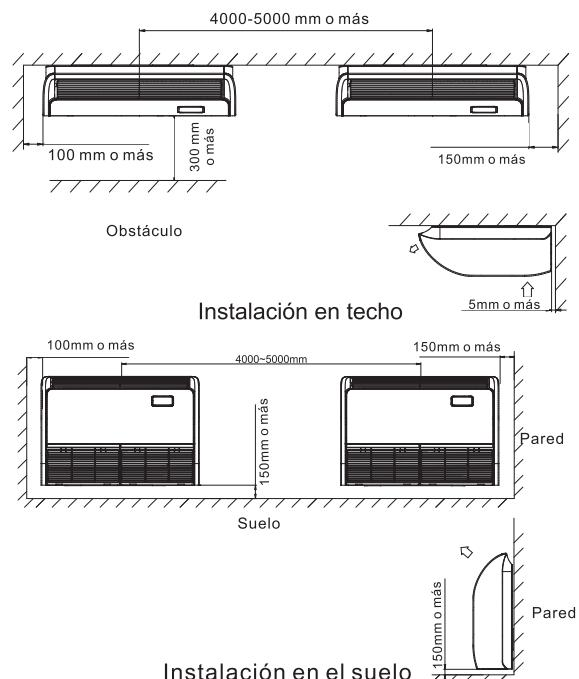

Fig. 3.2.1
- Hay suficiente espacio para el mantenimiento y reparación (consulte la Fig.3.2.1)